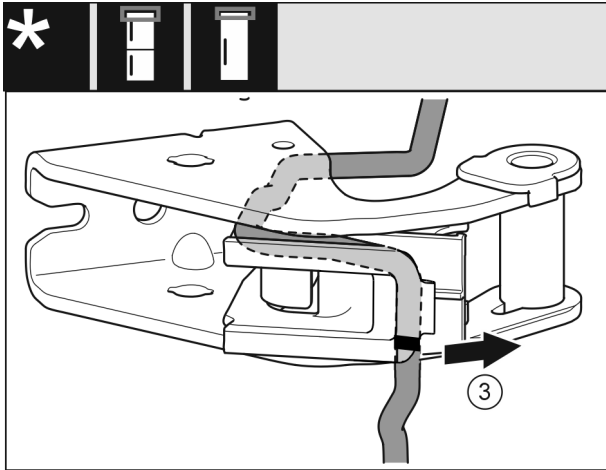

Fig. 27
- Szerelje le a vezeték a csapágybakról a tartójával együtt. Fig. 27 (3)